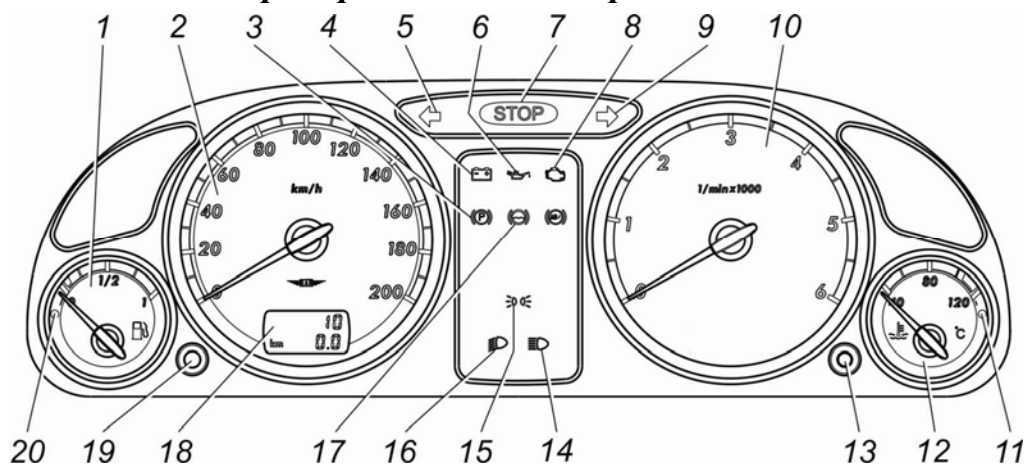

Рис. 5.15. Комбинация приборов
Расположение приборов показано на рис. 5.15.
3. Нажать на кнопку «Сброс» или «Режим» (рис. 5.15, поз. 19 или 13) на комбинации приборов и, удерживая ее, включить зажигание. При этом стрелки вернуться в исходное положение.